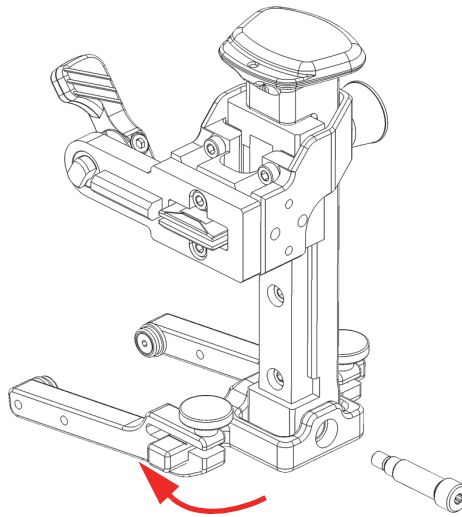

图 2-24 翻转铉的旋转梁
6. 将轭的旋转梁旋转180度，然后将弹簧加载臂的导轨重新滑入到轭的旋转梁中（参见第59页的图 2-24）。